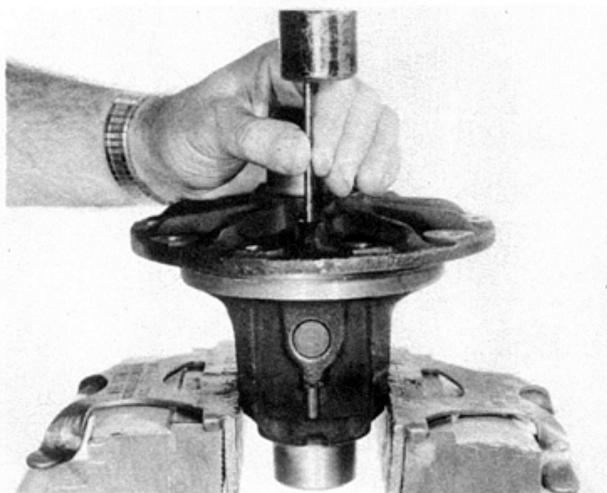

Fig. 16 - Remoção do pino de trava do eixo do pinhão.
– Recolocar a caixa do diferencial na morsa e retirar o pino da trava o qual segura o eixo das engrenagens satélites. Usar o pequeno pino indicado (Fig. 16).